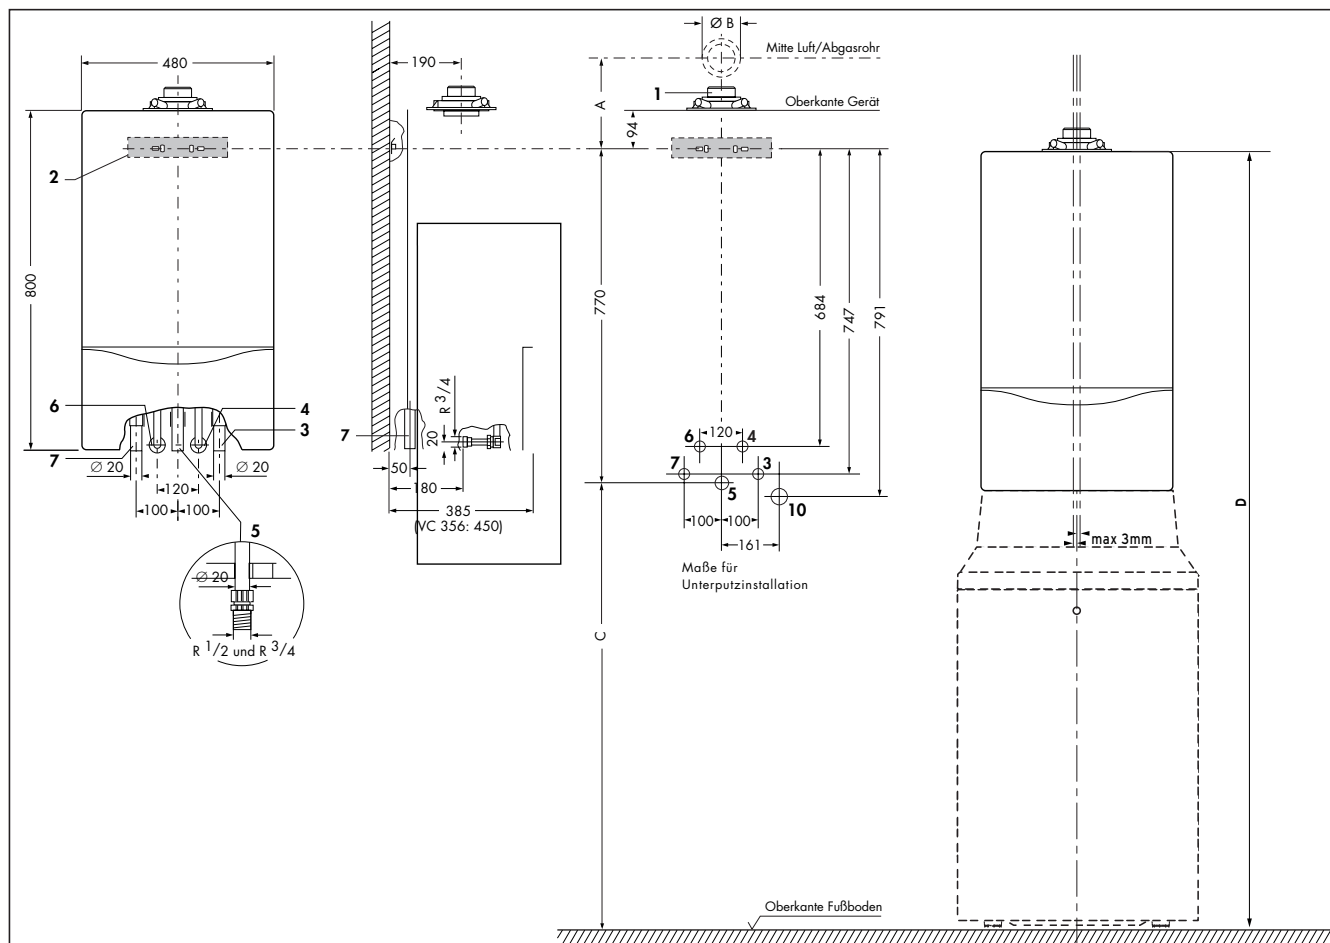

Abb. 3.3 Anschlussmaße
• Legen Sie die Montagehöhe für den Vaillant ecoTEC classic/exclusiv entsprechend Abb. 3.3 fest. Beachten Sie insbesondere das Maß C, wenn das Gerät mit einem Warmwasserspeicher des Typs VIH CR oder CQ kombiniert werden soll.